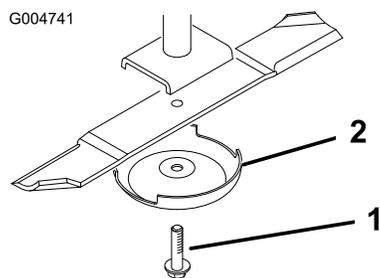

Figura 85
2. Fixe a extremidade da lâmina utilizando um pedaço de tecido ou uma luva grossa. Retire o parafuso da lâmina, o recipiente anti-danos e a lâmina do eixo (Figura 85).